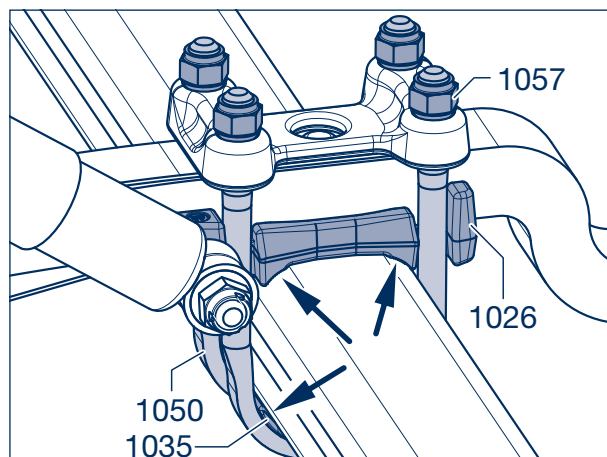

Bild 17
- ! [27] Sicherungsmuttern (1057, SW 32) - immer pro Federbügel (1050) - leicht anziehen bis alle Bauteile gleichmäßig anliegen. (Die Achslappen (1026) und Segmente (1035) liegen bei Vierkantaachskörpern nur in den Radien am Achskörper auf (Bild 17, Pfeile).